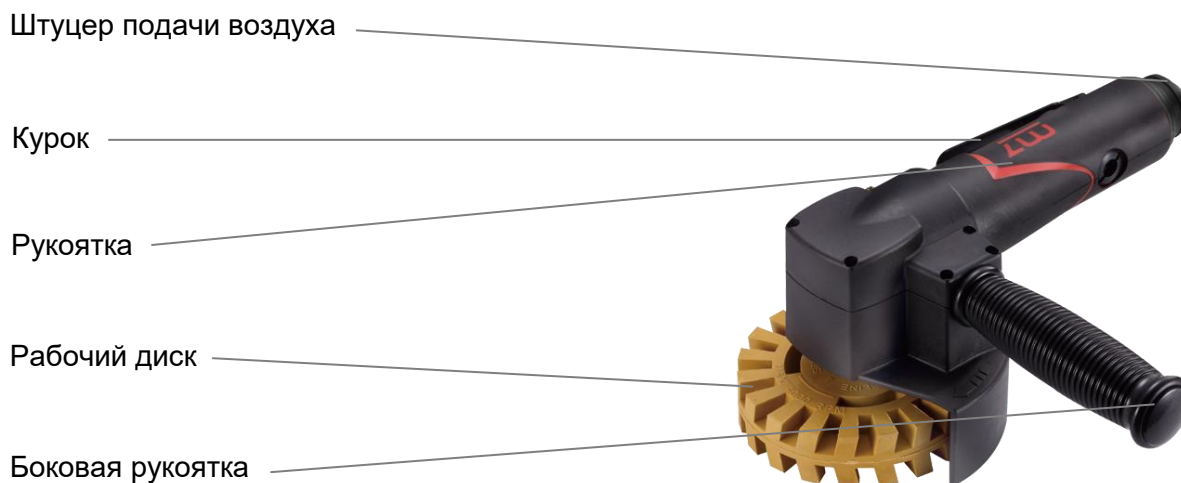

Рис. 1
- Управление пневматической машинкой осуществляется с использованием курка (Рис. 1), который находится под указательным пальцем.